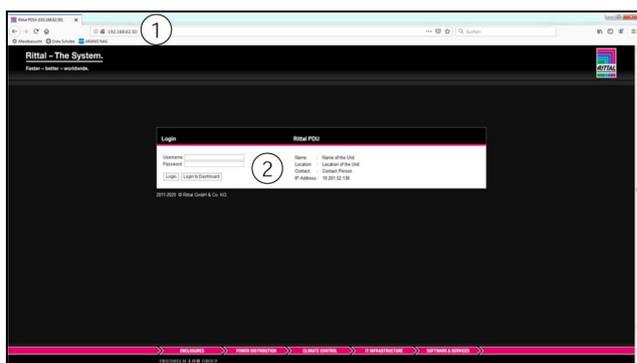

Imagen 17: Ventana de registro para realizar el registro en el equipo
- Introduzca en el navegador la dirección de red que se muestra. En el ejemplo http://10.201.52.138 (cf. imagen 17, pos. 1). Se mostrará la ventana de registro.
- Regístrese como usuario «admin» con la clave «admin» (cf. imagen 17, pos. 2)
- Introduzca en el navegador la dirección **http://192.168.0.200** (imagen 17, pos. 1). Se mostrará la ventana de registro.
- Regístrese como usuario **admin** con la clave **admin** (imagen 17, pos. 2).